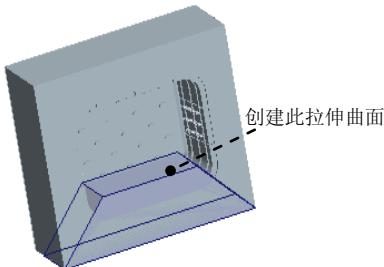
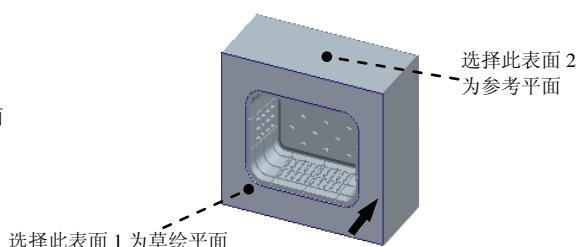

图 16.15 创建拉伸曲面 1
图 16.16 定义草绘平面
(1) 在模型树界面中选择 → 命令。
(2) 在系统弹出的“模型树项”对话框中选中 **特征** 复选框，然后单击 **确定** 按钮。
(3) 在模型树中选中 、、 和 **分割** 标识 5259 [LOWER_VOL - 模具体积块] 并右击，从系统弹出的快捷菜单中选择 **遮蔽** 命令。
Step4. 通过拉伸的方法创建图 16.15 所示的拉伸曲面 1。
(1) 单击 **分型面** 功能选项卡 **形状** ▾ 区域中的 **拉伸** 按钮，此时系统弹出“拉伸”操控板。
(2) 定义草绘截面放置属性。右击，从系统弹出的菜单中选择 **定义内部草绘...** 命令；在系统 的提示下，选取图 16.16 所示的表面 1 为草绘平面，接受系统默认的草绘视图方向，然后选取图 16.16 所示的表面 2 为参考平面，方向为 **上**。然后单击 **草绘** 按钮。